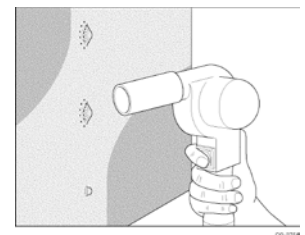

Bild 19
3. Nach Entfernen des Application Tapes und unter Einsatz von Wärme wird dann die Folie / Grafik an die Niete gerakelt. Hier wird die 3M™ Nietenbürste RBA-1 empfohlen (Bild 19 bis 22).